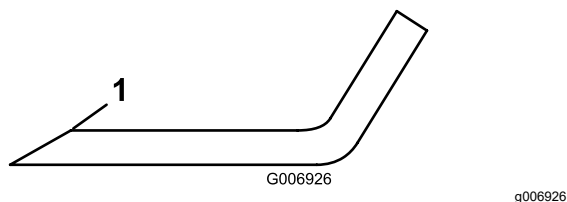

图 76
4. 检查所有刀片的刀刃。如果刀刃变钝或出现裂口则应打磨刀刃只打磨刀刃的边缘保持最初的切割角度以保证锋利度 图 76。